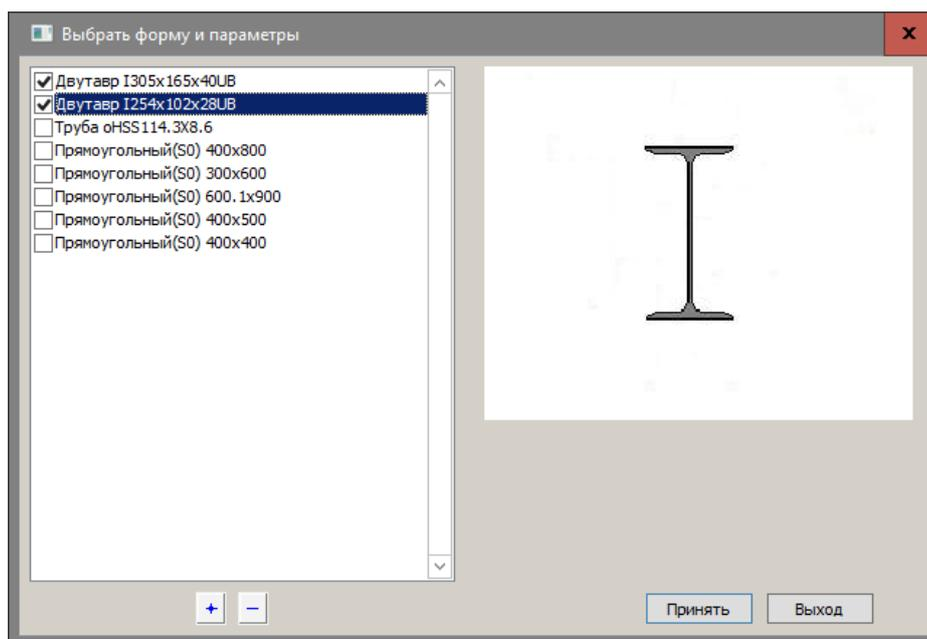

Рис.15.17. Диалоговое окно **Выбрать форму и параметры**
- вызовите диалоговое окно **Выбрать форму и параметры** (рис.15.17) щелчком по кнопке  напротив параметра **Сечение**;